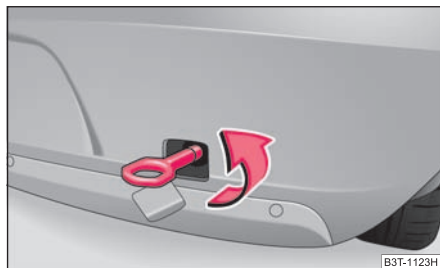

Fig. 227 Paragolpes trasero: montaje de la argolla de remolque
- Enroscar la argolla de remolque a mano hacia la izquierda hasta el tope ⇒ fig. 227 y apretarla con la llave de rueda (insertar la llave de rueda a través de la argolla).